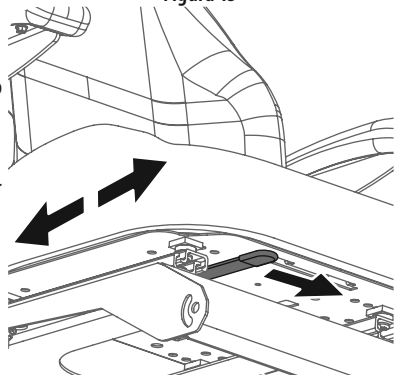

Figura 16
3. Suelte la palanca de ajuste. Asegúrese de que el asiento esté fijo en su posición antes de operar el tractor. Consulte la Figura 16.